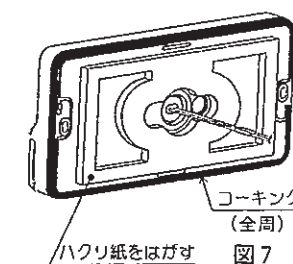
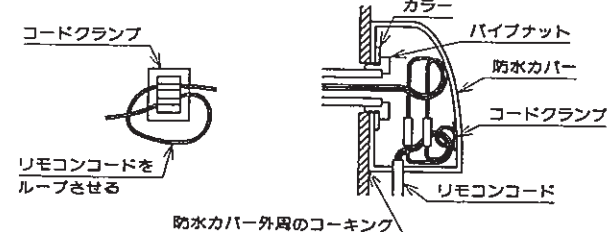

図7
図12
7. リモコンの外周部分(図7)及び防水カバーの外周(図12)のコーキング(壁内部への水の侵入の防止)を行ってください。
5. 裏面パッキンのハクリ紙をはがし、図7の指定位置にコーキングします。(図7)(※コーキングは必ず実施してください。)
4. 裏面パッキンのハクリ紙をはがし、図7の指定位置にコーキングします。(図7)
8. 接続部が防水カバー内に納まるよう、コードクランプで固定します。(図12) また、防水カバー外周のコーキングを行ってください。